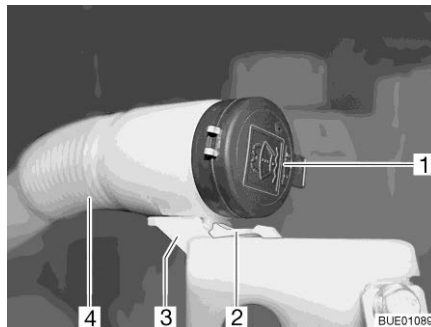

Fig. 52 Bec de remplissage réservoir
- Appuyer sur le bec (Fig. 52,2) vers le bas et le maintenir enfoncé.
- Tirer le tuyau flexible (Fig. 52,4) vers l'avant pour le faire sortir du support (Fig. 52,3).
- Enlever le couvercle (Fig. 52,1) du bec de remplissage du réservoir de liquide d'essuie-glace.